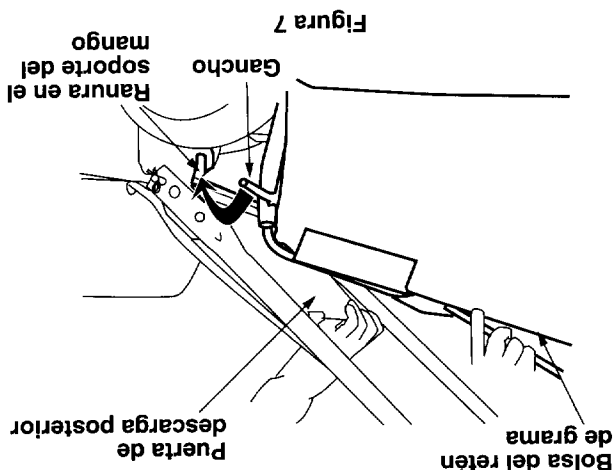

Figura 7
- Coloque los ganchos del retén de grama dentro de las ranuras en el conjunto de soportes del mango a cada lado del mango inferior. Vea la figura 7. Suelte.